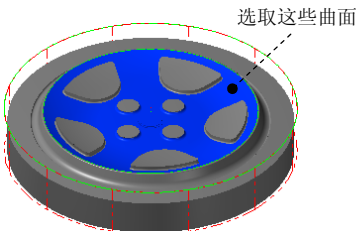

图 15.30 选取加工面
(1) 在图形区中选取图 15.30 所示的曲面 (共 11 个), 然后按 Enter 键, 系统弹出“刀具路径的曲面选取”对话框。